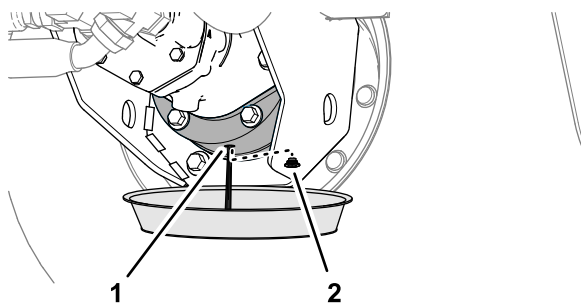

図 88
6. ブレーキハウジングの下に容器を置き、ドレンプラグを外してオイルが完全に抜けるのを待つ図 88。